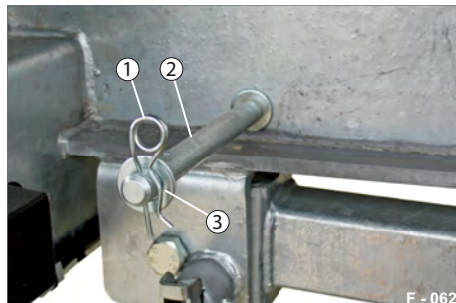

Abb. 87 Unterlegkeil Halterung
- ▶ Stecken Sie die Scheibe (Abb. 87/3) auf den Haltebolzen (Abb. 87/2).
- ▶ Stecken Sie den Federstecker (Abb. 87/1) in die Bohrung des Haltebolzens.